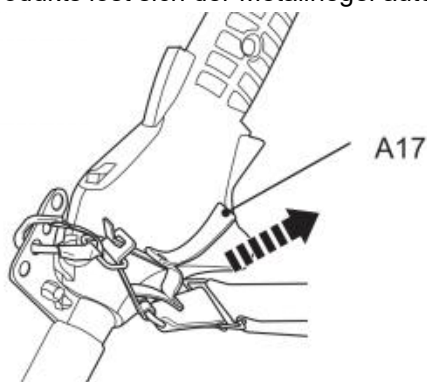

Fig. 34
5. Halten Sie im Notfall den vorderen Griff (A27) mit der linken Hand fest und ziehen Sie mit der rechten Hand am Seil (A17) (Abb. 34). Durch das Gewicht des Produkts löst sich der Metallriegel automatisch aus dem Sicherungsclip.